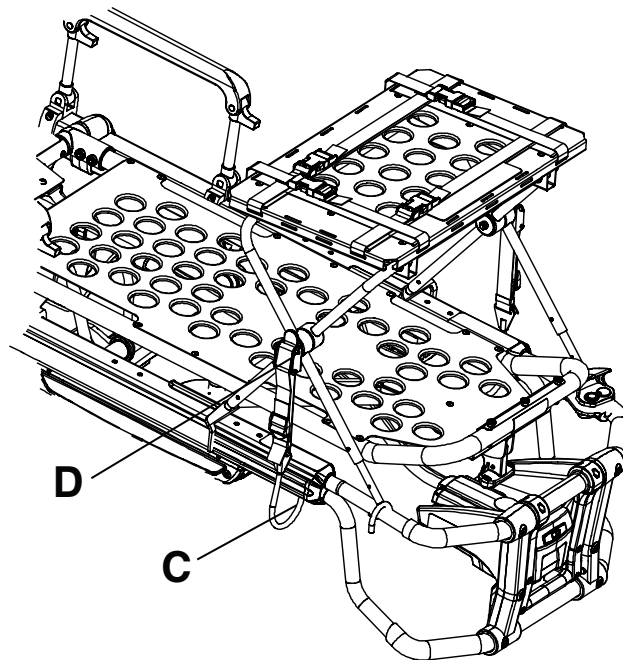

Figur 25 – Öppna defibrillatorplattformens ben
2. Öppna och fäll ut defibrillatorplattformens ben (Figur 25).